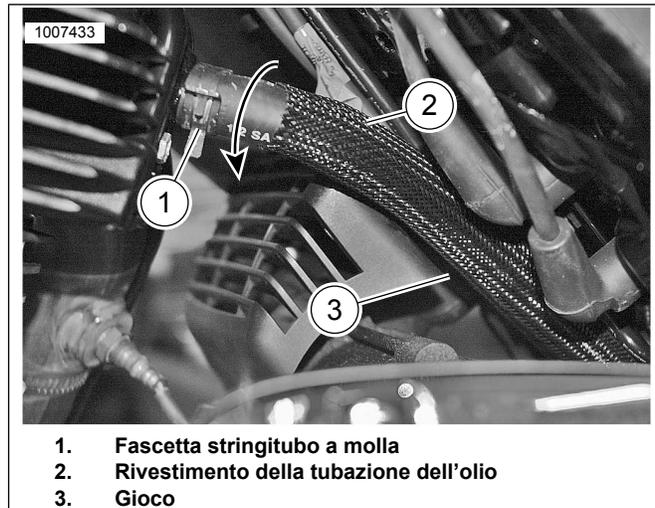

Figura 3. Rivestimento della tubazione posteriore dell'olio
- a. Vedere Figura 3 Riposizionare i fili della candela, se necessario.
- b. Staccare la fascetta stringitubo a molla della tubazione dell'olio superiore (1) e rimuovere solo il tubo flessibile della tubazione dell'olio superiore dalla testata.
- c. Rimuovere la fascetta stringitubo a molla della tubazione dell'olio superiore (1) dal tubo flessibile.
- d. Inserire il rivestimento sul tubo flessibile della tubazione posteriore (2). Posizionare il rivestimento 25,4 mm (1 in) dalla fascetta a molla superiore sul tubo flessibile della tubazione dell'olio posteriore.